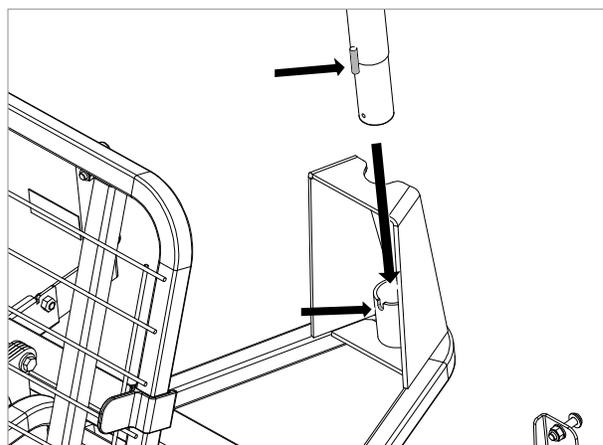

Figure 7.7 – Tête de lit retirée pour plus de clarté
7. Assurez-vous que la goupille de positionnement se trouve dans la fente sur le tube du lit. Une fois inséré dans le support, il ne doit pas être possible de le faire pivoter (voir Figure 7.7).